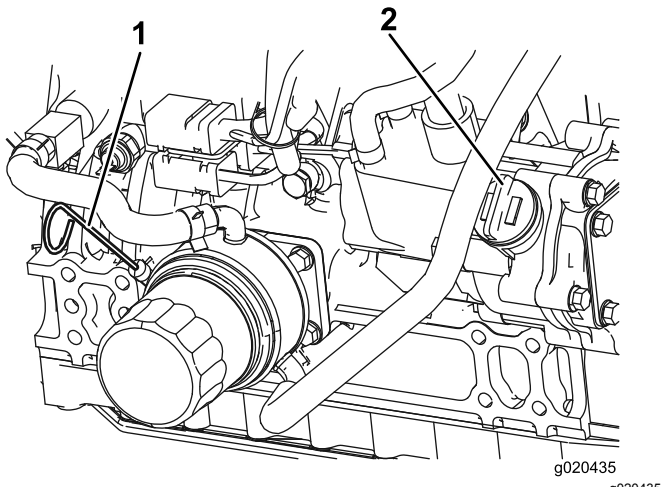

Bild 76
Der Ölstand sollte im sicheren Bereich liegen (Bild 76).
4. Wenn der Ölstand unter dem sicheren Bereich liegt, nehmen Sie den Fülldeckel ab (Bild 76) und gießen Sie genug Öl ein, um den Ölstand bis zur VOLL-Markierung anzuheben.